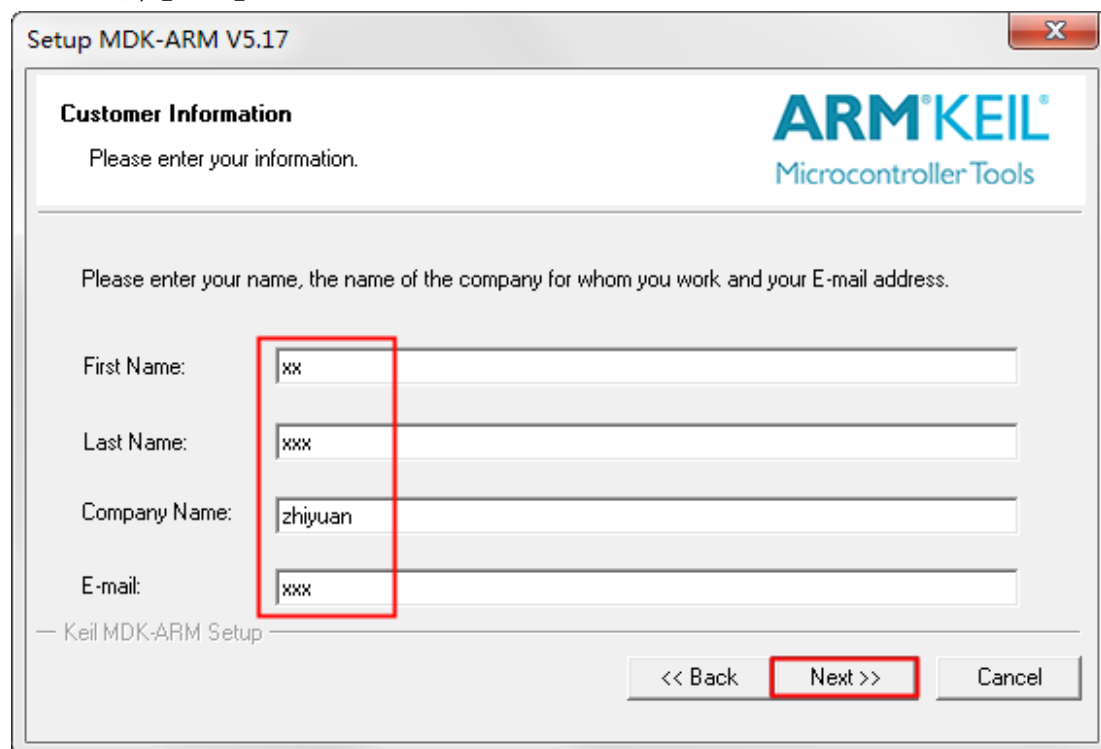

图 2.8 填写用户信息
- (4) 进入用户信息填写界面, 如图 2.8 所示, 根据实际情况填入相关用户信息, 然后点击【Next】。